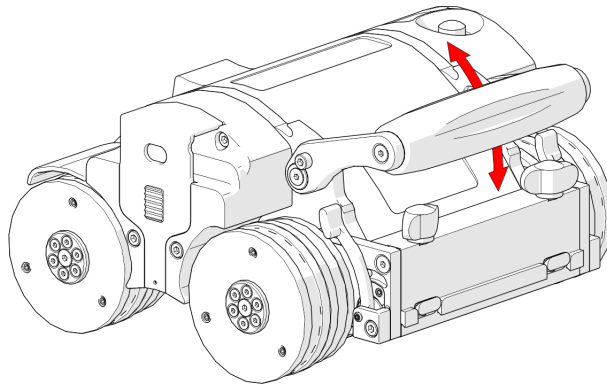

Abbildung 2-15 Drehen Sie den Griff wie gewünscht.
2. Drehen Sie den Griff nach Bedarf (siehe Abbildung 2-15 auf Seite 57).